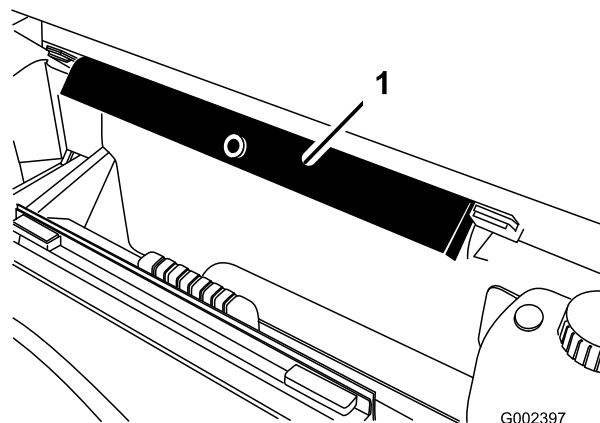

图 11
8. 从 ROPS 面板背面的存放架上取下货斗支架图 11。